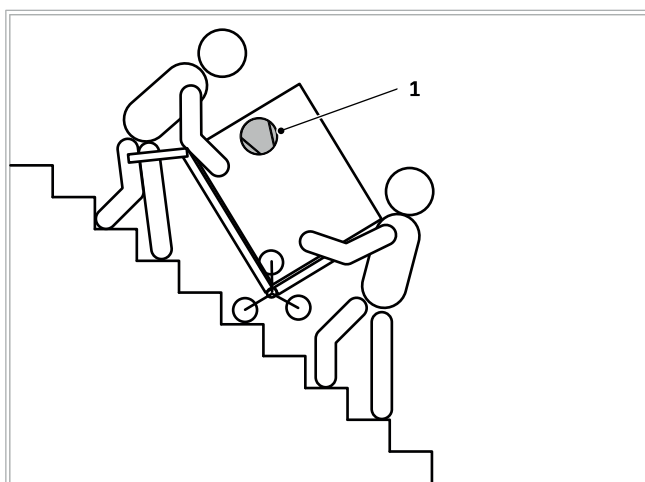

Fig. 2: Trasporto lungo le scale con carrello saliscala
- Se durante il trasporto il dispositivo deve essere ribaltato, questo dovrà avvenire solo brevemente e solo sul lato longitudinale, mentre il compressore, vedi ➔ *fig. 2 (1)*, deve essere rivolto sempre verso l'alto.